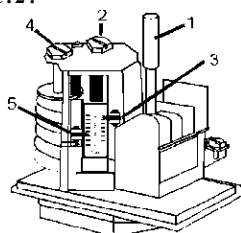

Рис.2:
### Уставки на Рис.2:
- Версия с ручным сбросом (FF4-...DRH или DDH): Давление ниже верхней уставки и выше нижней уставки + нажатие кнопки сброса 1 (рис. 2).